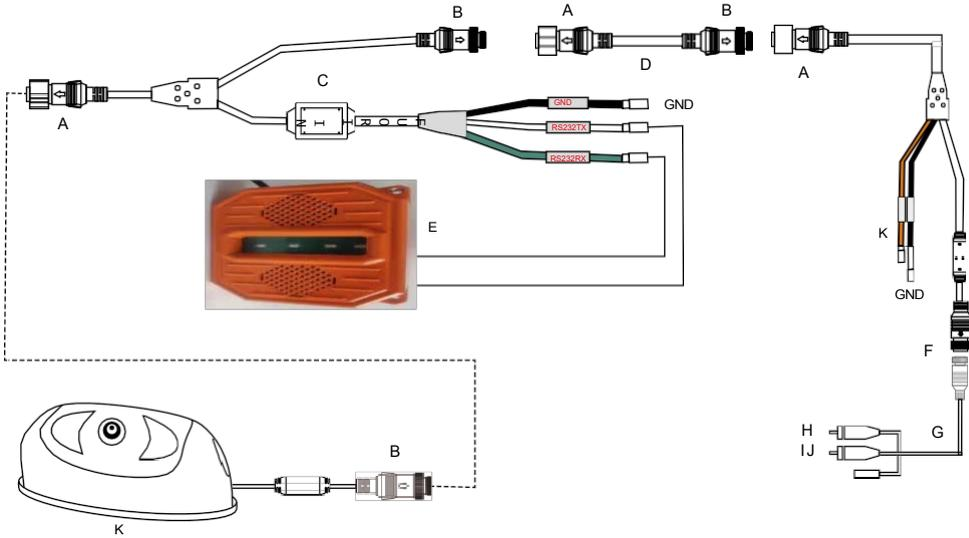

Fig. 2: Collegamento della sirena da esterno con luce strobooscopica
- **Adattatore 3:** RS232 per il collegamento della sirena da esterno con luce stroboscopica (Fig. 2)